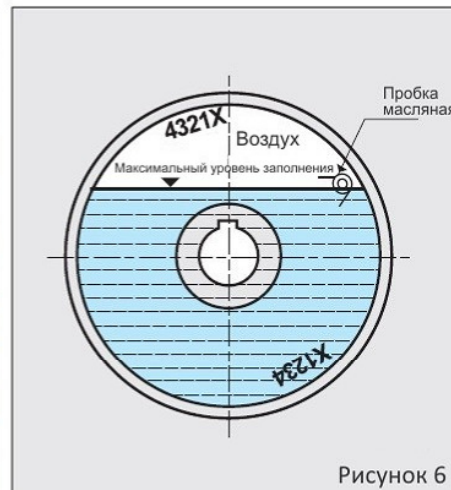

Рисунок 6
- ① Разместите горизонтально ось гидромуфты, поворачивайте ее до тех пор, пока отлитая на корпусе отметка X (либо 2 или 3 для соответствующей серии гидромуфты), не расположится на вертикальной вершине (макс.уровень заливки), таким образом, чтобы масляная пробка разместилась под наклоном, как показано на рис.6
- ② Заполняйте гидромуфту маслом до перелива из заливочного отверстия. Заливая масло, аккуратно покачивайте муфту вдоль оси для обеспечения удаления воздуха из рабочей полости. Количество масла, необходимое для заливки, указано в таб. 4 и 5
- ③ Завинтите пробку и убедитесь в отсутствии протекания. В противном случае, используйте герметик.
- ④ Отметки уровня заливки X-1-2-3-4 могут выбираться оператором для достижения наилучших условий при запуске и устойчивой работе.